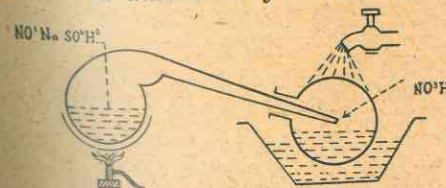

Fig. 156. - Preparación del ácido nítrico
a) **En el laboratorio** (fig. 156). Se obtiene calentando en una retorta una mezcla de nitrato de sodio y de ácido sulfúrico. Se forma sulfato ácido de sodio: